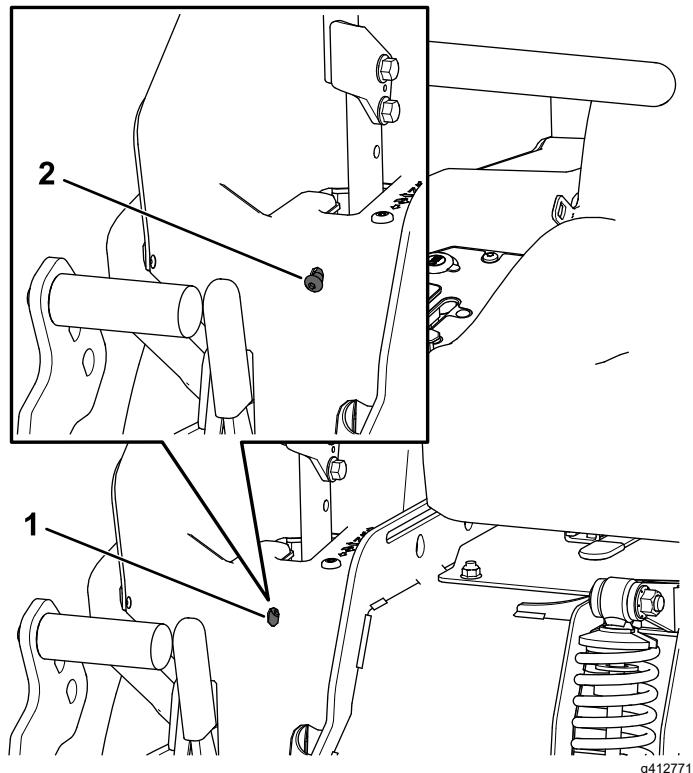

Figure 60
6. Si la machine se déporte à droite, insérez une clé hexagonale de 3/16 po dans le trou d'accès du panneau de protection avant gauche et tournez la vis de réglage de l'alignement dans le sens horaire ou antihoraire pour ajuster la course du levier (Figure 60).
7. Si la machine se déporte à gauche, insérez une clé hexagonale de 3/16 po dans le trou d'accès du panneau de protection avant droit et tournez la vis de réglage de l'alignement dans le sens horaire ou antihoraire pour ajuster la course du levier (Figure 60).